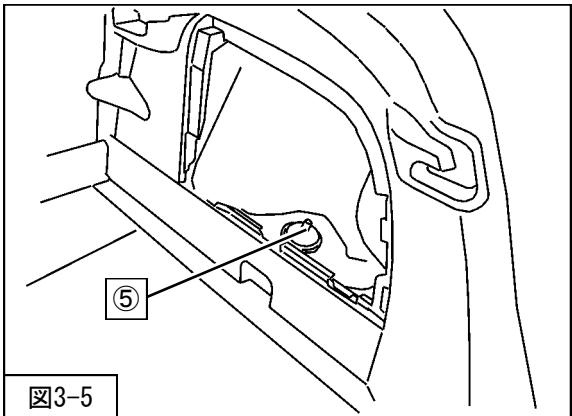

図3-5
7. ⑤リアショックアブソーバASSYアッパー取付ナット・プレートを取り外してください。(図3-5)